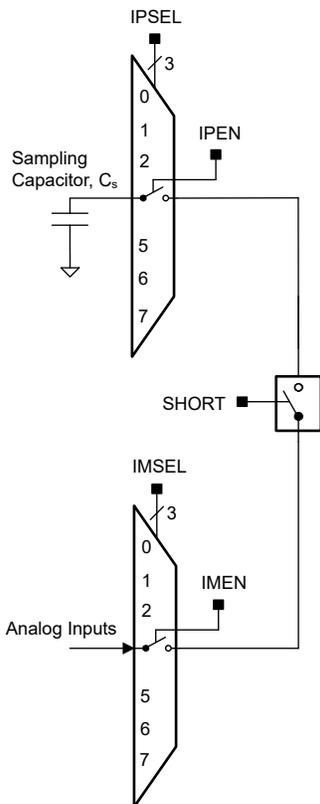

図 6-7. コンパレータ ショート スイッチ
図 6-7 に示すように、必要なサンプリング時間はサンプリング コンデンサ (CS) のサイズ、短いスイッチ (R-) と直列に接続された入力スイッチの抵抗、外部ソース (RS) の抵抗に比例します。サンプリング コンデンサ CS は 100pF より大きい必要があります。サンプリング コンデンサ CS を充電する時定数 Tau は、式 2 で計算できます